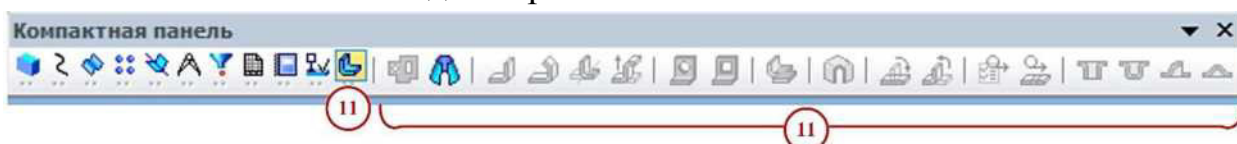

Рисунок 15 Инструментальная панель Элементы листового тела
- кнопка вызова панели **Элементы листового тела** **11** , рисунок 15, на которой расположены кнопки вызова команд построения листового тела и листовых элементов;